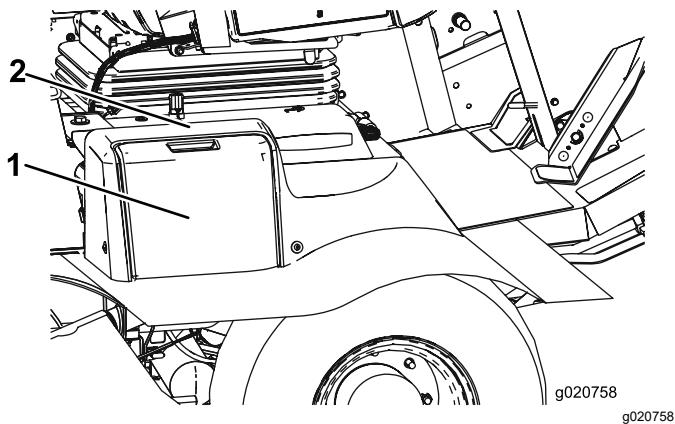

Figura 61
1. Aprite il coperchio della batteria sul lato della copertura (Figura 61).
**Nota:** Premete sulla superficie piatta sopra il coperchio della batteria per facilitare la rimozione del coperchio (Figura 61).